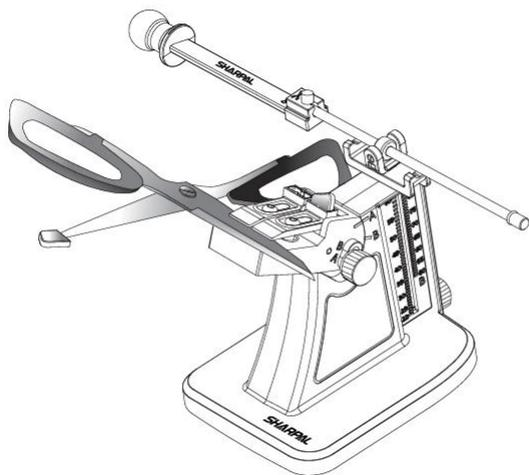

Fig. 1
5. Achten Sie beim Schärfen einer Schere darauf, dass die zu schärfende Klinge fest eingespannt ist. Decken Sie die andere Scheren spitze mit der Schutzkappe ab, um mögliche Verletzungen zu vermeiden (siehe Fig. 1).